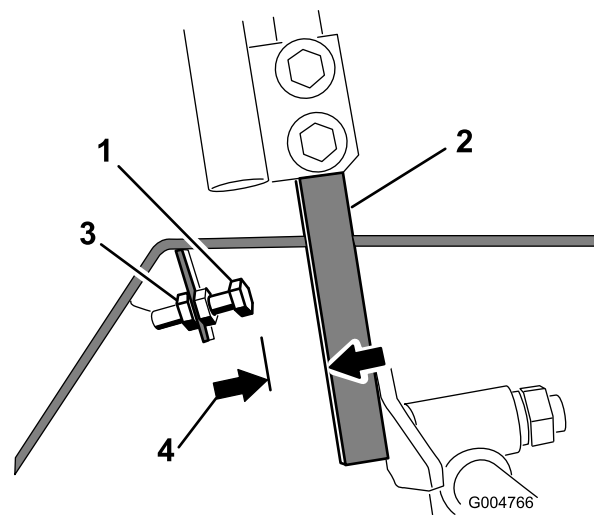

Figura 73
4. Afloje la contratuerca del perno de tope de una de las palancas de control (Figura 73).